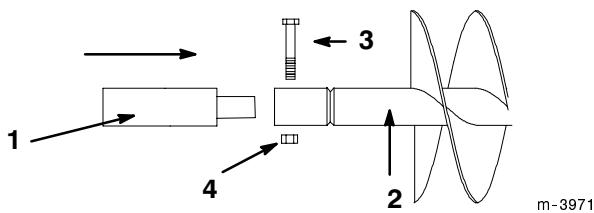

**Figure 5**
3. Tenir la tête d' entraînement en position verticale et glisser deux boulons de 9 cm (5/8"-11 x 3-1/2") dans les encoches et les trous des bras de fourche avant et arrière et de la tête d' entraînement (Fig. 5).
5. Pivoter manuellement la tête d' entraînement vers le haut et glisser deux boulons de 9 cm (5/8"-11 x 3-1/2") dans les trous des bras de fourche droit et gauche (Fig. 5).